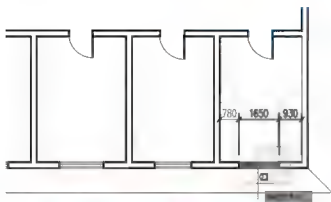

图 2-142 向右拉伸窗时选择对象的方法
(2) 用同样的方法使窗洞口右侧墙段向右缩短150mm。这样窗洞口则由1500mm变成1800mm,但应注意,选择拉伸对象的方法应如图2.142所示。